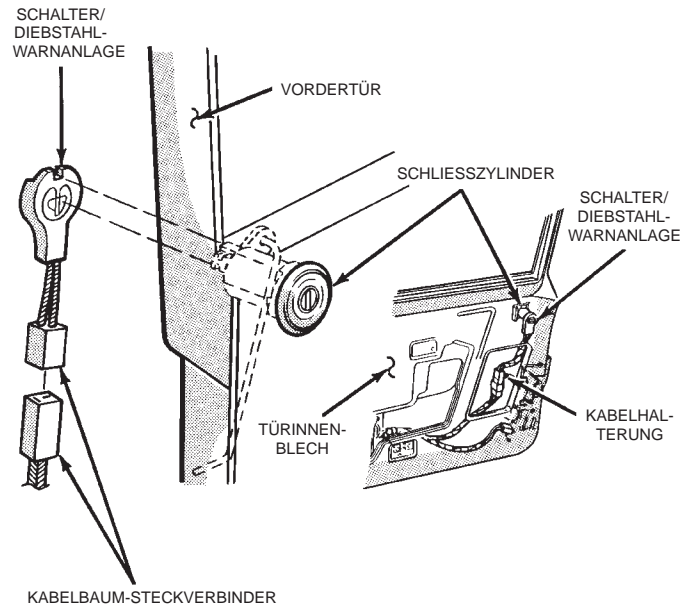

Abb. 18 Schalter/Diebstahlwarnanlage
- (3) Je nach Ausstattung, den Schalter der Diebstahlwarnanlage vom Schließzylinder abziehen (Abb. 18).
- (4) Halteclip des Schließzylinders/Türschloß ausrasten. Schließzylinder, Dichtung und Halteclip von der Tür abnehmen.
- (5) Wo erforderlich, Verbindungsarm des Schließzylinders der Türverriegelung vom ursprünglichen Schließzylinder abbauen und auf den neuen Schließzylinder übertragen.